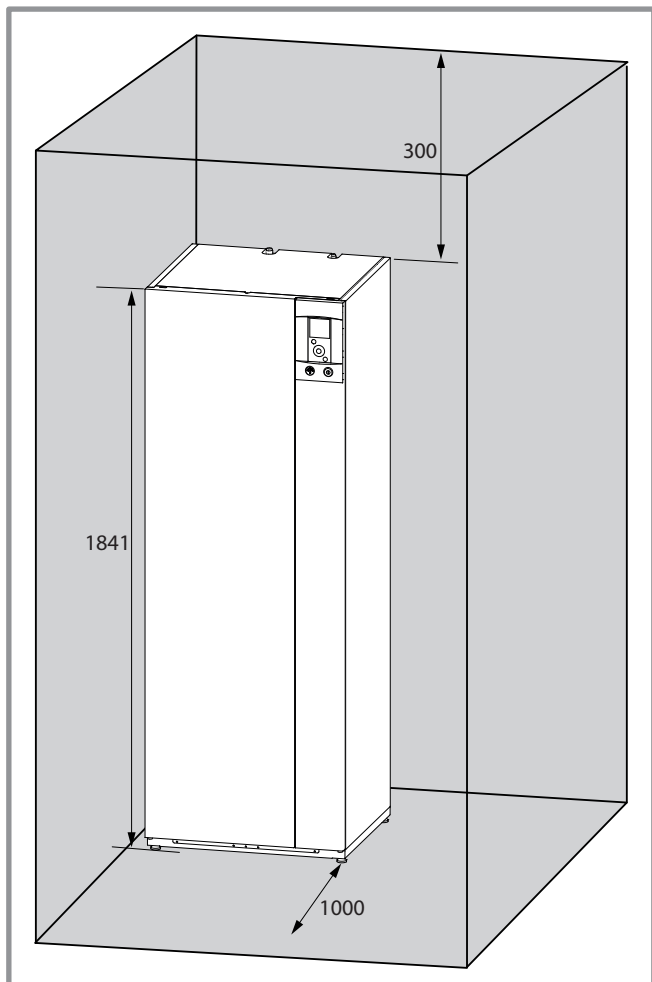

figura 15 - Separaciones mínimas de instalación alrededor del módulo hidráulico y distancias hasta los tabiques combustibles
- Para facilitar las operaciones de mantenimiento y permitir el acceso a los diferentes componentes, se aconseja prever un espacio suficiente en torno al módulo hidráulico (figura 15).